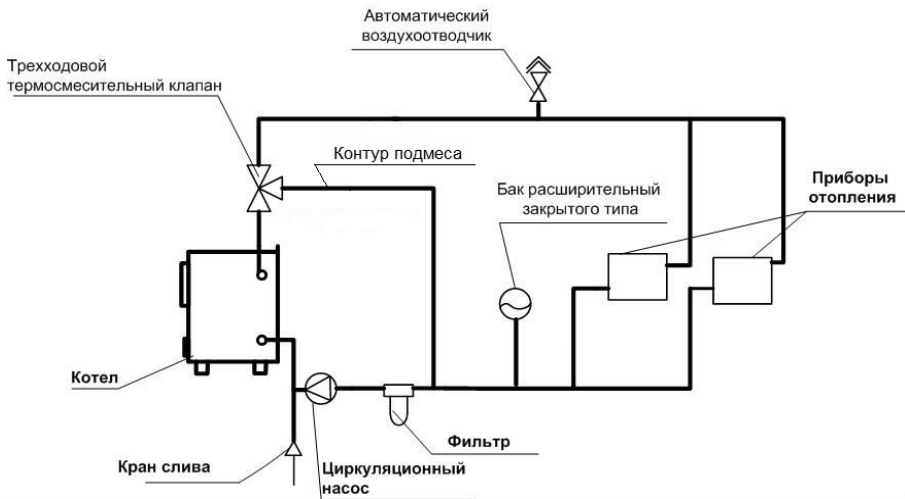

Рис.4 Схема закрытой системы водяного отопления, применяется расширительный бак закрытого типа
5.11. Бак мембранного типа устанавливается для закрытой системы отопления. Объем расширительного бака рассчитывается при проектировании системы отопления. В системе отопления закрытого типа обязательно предусмотреть установку в верхней точке автоматического воздухоотводчика Рис. 4.